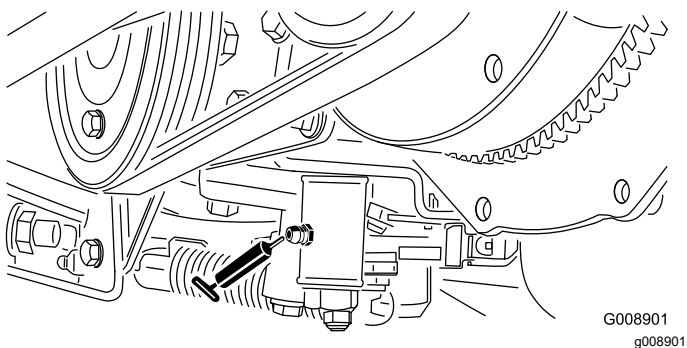

Figura 67
- Mecanismo de ajuste de punto muerto (Figura 67)